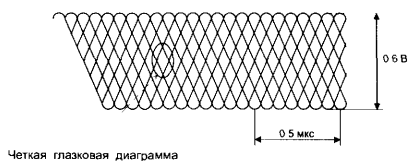

Рис. 8. Пакет сигналов гармонической формы
Пользуясь рис. 6, проверяют прохождение информационных сигналов по тракту обработки и логику работы системы слежения за функционированием приводов. При этом обращают внимание на эпюры сигналов в контрольных точках, показанные на схеме. Особое внимание уделяют четкости так называемой «глазковой диаграммы» (рис. 8) в сигнале RF на контрольной точке TJ701 (выв. 8 микросхемы IC701).
3. В контрольной точке TJ701 при воспроизведении компакт-диска должен присутствовать четкий пакет сигналов гармонической формы размахом 0,6 В (см. рис. 8), а в режиме остановки уровень напряжения в этой точке составляет 3,4 В.